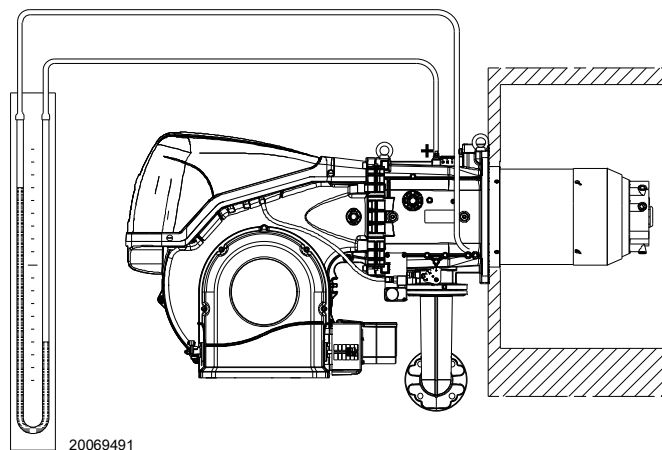

图 29
- 安装一个 U 型压力计或差压压力计 (图 29)，插座的 (+) 端为管路接口的燃气压力，(-) 端在炉腔内压力表读数，使用表 L 计算燃烧器的最大出力。